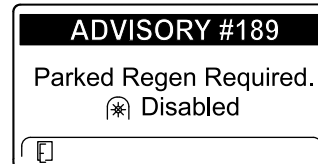

Bild 42
- Wenn Sie eine geparkte Regenerierung nicht innerhalb von zwei Stunden durchführen, wird im InfoCenter „Parked regeneration required – power takeoff disabled ADVISORY #189“ angezeigt (Bild 42).